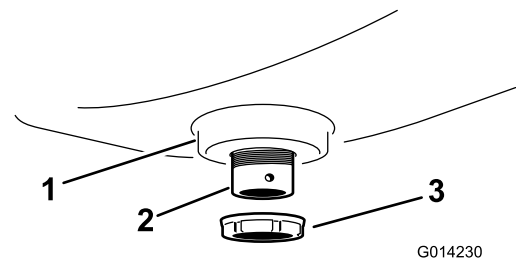

Figure 4
3. Fixez le raccord de traversée au réservoir de rinçage au moyen d'un écrou à embase en plastique (Figure 4).